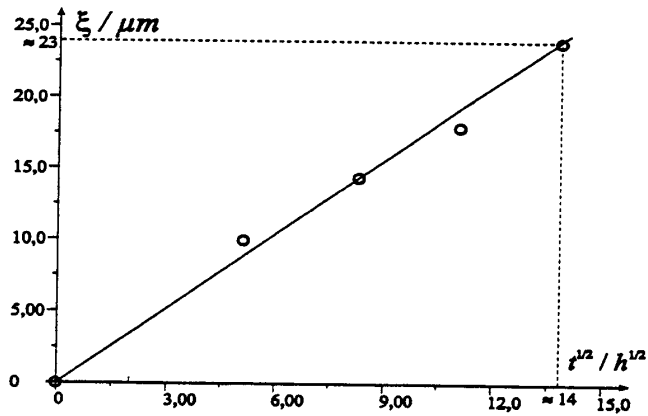

Figure 4.
20. La figure 4 montre la variation de l'épaisseur ξ en fonction de $t^{1/2}$ où t est la durée de la réaction. Donner une relation qui lie ξ à t . Faire apparaître une constante k pouvant être déterminée en $\text{m}^2 \cdot \text{s}^{-1}$. À l'aide de la figure 4 déterminer la valeur de k à 903 K.